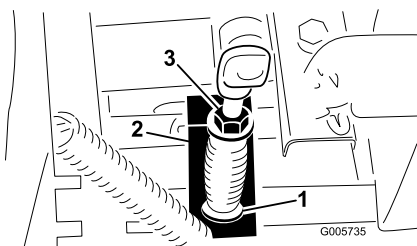

Figura 68
3. Meça o comprimento da mola da tomada de força entre as anilhas planas (Figura 68). Deverá existir uma folga de 81 mm.
4. Para efectuar o ajuste, fixe a cabeça do parafuso de ajuste com uma chave (debaixo do braço de activação da tomada de força) e rode a porca de retenção (Figura 68).